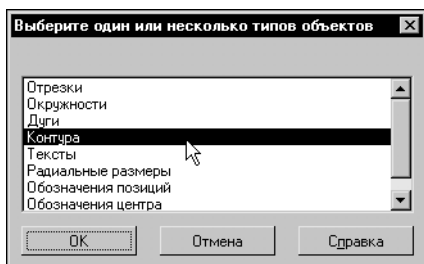

Рис. 40.3. Выбор типа объекта
- 5.5. В появившемся на экране диалоге выбора типов объектов щелкните по строке **Контур** и нажмите кнопку **ОК** (рис. 40.3).